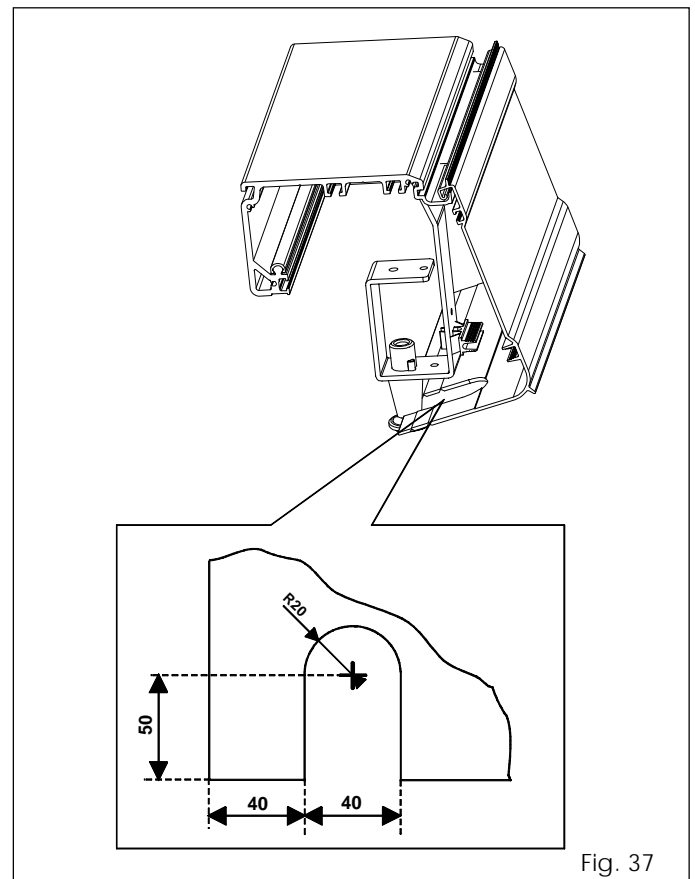

Fig. 37
- NOTA: Si se utiliza el desbloqueo interno, para un correcto cierre del cárter hay que perfilarlo utilizando las cotas indicadas en la fig. 37.